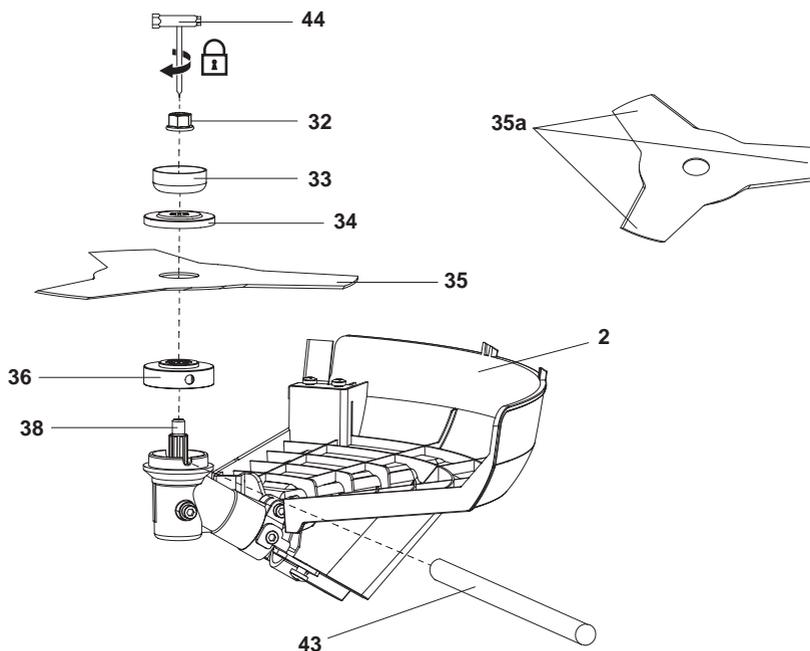

Fig. 5
1. Gire la brida de apoyo (36) hasta que su agujero esté alineado con la muesca del cabezal del mecanismo (38).
2. Inserte la varilla de bloqueo de husillo (43) en el orificio para bloquear el husillo (37).
3. Afloje el cabezal de recorte (1) hacia la derecha y retírelo junto con la brida de bloqueo (34).
4. Coloque la cuchilla de corte (35) en el husillo (37). Asegúrese de que la cuchilla de corte (35) quede asentada a ras en el anillo extruido en la brida de apoyo (36). Asegúrese de que el sentido de giro marcado en la cuchilla de corte (35) y la protección (2) coincidan.
5. Coloque la brida de bloqueo (34) y la arandela cóncava (33) en la cuchilla de corte (35). Asegúrese de que están en la orientación correcta.
6. Fije la cuchilla de corte (35) apretando la tuerca (32) hacia la izquierda con la multiherramienta suministrada (44) y la varilla de bloqueo de husillo (43).
7. Retire la multiherramienta (44) y la varilla de bloqueo de husillo (43).
8. Si están colocados, retire los protectores de cuchilla (35a) de la cuchilla de corte (35) antes de utilizar la herramienta (Fig. 5).